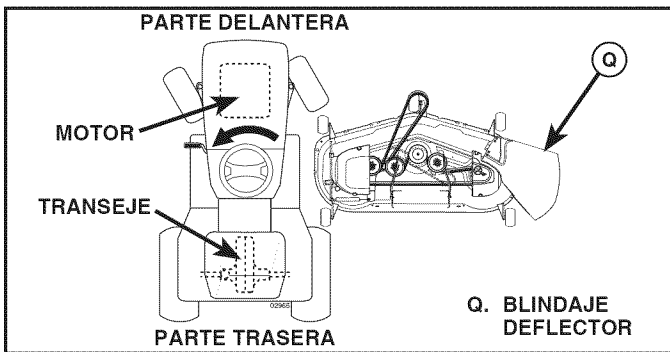

Fig. 31
3. GIRE EL VOLANTE HACIA LA IZQUIERDA Y UBIQUE LA CORTADORA DE CÉSPED EN SU LUGAR (Vea Fig. 31)
- Gire el volante completamente hacia la izquierda y ubique la cortadora de césped en el lado derecho del tractor con el blindaje deflector (Q) a la derecha.